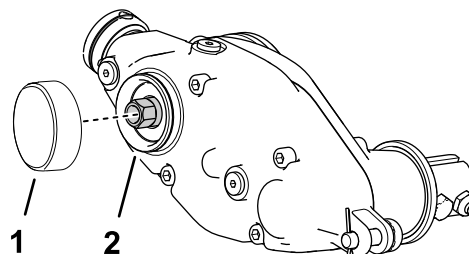

Figure 15
1. Appliquez du frein-filet moyenne résistance (tel que Loctite 609® vert) sur la rainure du circlip et la surface du diamètre extérieur (Figure 15).
2. Montez le capuchon comme montré à la Figure 15.